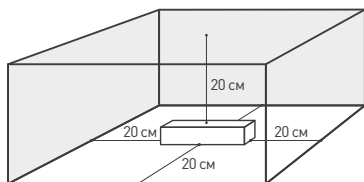

Рис. 1. Свободное пространство вокруг источника.
- 4.3. Для естественной вентиляции обеспечьте свободное пространство вокруг источника питания не менее 20 см, как изображено на Рис. 1.